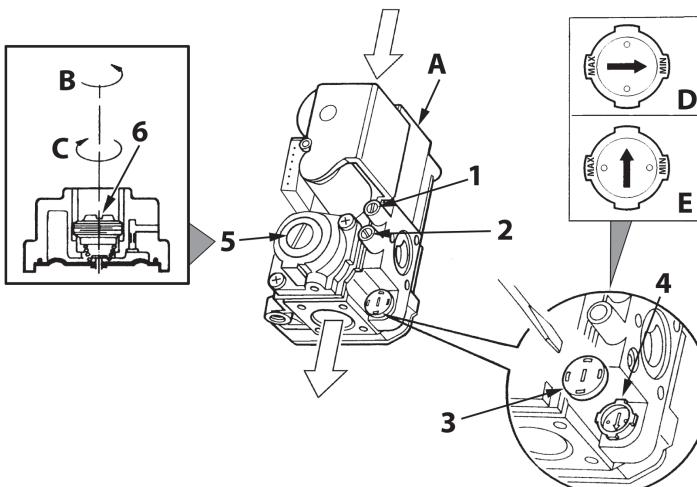

fig. 18 - Regolazione della pressione
Sulle caldaie PEGASUS D 45 K 130 è possibile regolare la portata termica del focolare e di conseguenza la potenza termica resa all'acqua di riscaldamento, agendo unicamente sulla regolazione del bruciatore principale, attraverso la valvola gas, (vedi fig. 18). I diagrammi riportati al paragrafo cap. 5.2 indicano la variazione della potenza termica resa all'acqua al variare della pressione di funzionamento del bruciatore. Poter adeguare la potenza della caldaia alle effettive esigenze di riscaldamento, significa soprattutto ridurre le dispersioni e quindi risparmiare combustibile. Inoltre, con la variazione di potenza, regolamentata anche dalla normativa, le caldaie mantengono pressoché inalterati i valori di rendimento e le caratteristiche di combustione.
- Con un piccolo cacciavite togliere il cappuccio di protezione 5 dell'operatore secondario della valvola a gas di fig. 18.
- Collegare un manometro alla presa di pressione 2 (fig. 18) posta a valle della valvola gas, ruotare la manopola del termostato caldaia sul valore massimo.
- Regolare la pressione a mezzo delle vite 6 (fig. 18) al valore desiderato, avvalendosi dei diagrammi riportati al paragrafo cap. 5.2.
- Togliere dalla valvola gas il piccolo cappuccio di protezione 3 (fig. 18). Con un piccolo cacciavite regolare lo "STEP" d'accensione per il gas desiderato (**G20-G25** posizione **D** fig. 18 oppure **G30-G31** posizione **E** fig. 18); rimettere quindi il cappuccio.
- Sfatare l'aria presente nelle tubazioni del gas per mezzo della presa di pressione 1 della valvola gas (fig. 18).